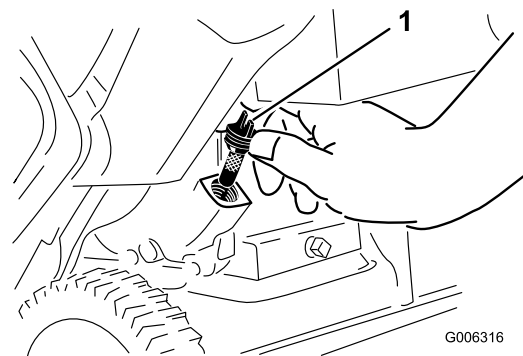

Figura 27
7. Desenrosque y retire el tapón de llenado de aceite (Figura 27).
6. Limpie la zona alrededor del tapón de llenado de aceite (Figura 27).